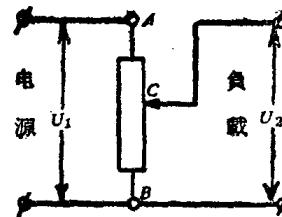

图 2-1
1. 分压器电路 (参看图 2-1): 当直流电源电压  $U_1$  一定, 而要改变负载电压  $U_2$  时, 可以利用分压器电路。分压器本身就是一个变阻器, 从它的三个端子上引出四根线, 两个固定端  $A$ 、 $B$  引两根线与电源相接, 由可动端  $C$  和某一个固定端 (例如  $B$ ) 再引两条线接向负载。当  $C$  点移近  $B$  点时,  $U_2$  减少。当  $C$  点移到  $A$  点时,  $U_2 = U_1$ 。因此, 当触头  $C$  移动时,  $U_2$  可以由零均匀地增加到  $U_1$ 。